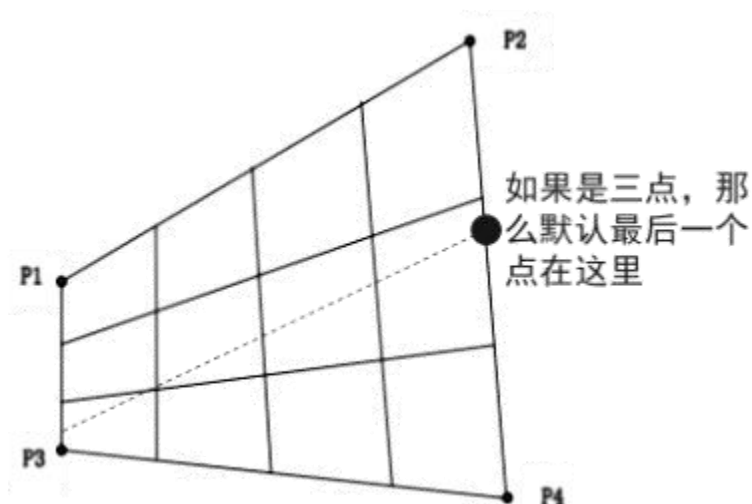

图 11.1.2 P4 点确定不规则四边形的边界
- ✧ 如图 11.1.2 所示，示教 P1 点作为原点（坐标 1，1），示教 P2 和 P3 确定横向和纵向的长度，且保证 P1~P4 点位的旋转角度一致，若不一致，则以 P1 的旋转角度为参考角度。根据分区 1 和分区 2 的值，确定横向列数和纵向行数。P4 用于不规则四边形的区域确定。